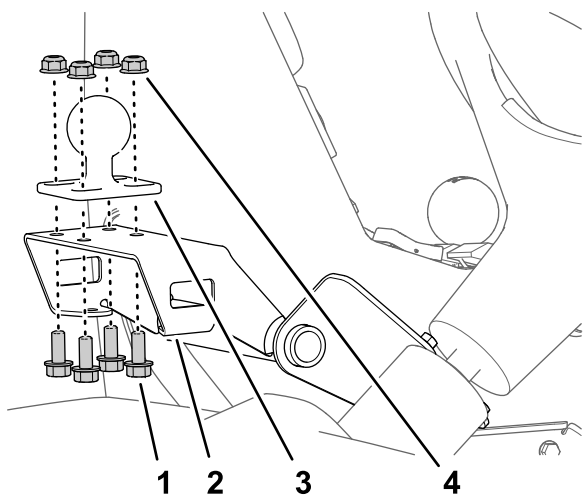

Рисунок 166
1. Установите шаровую опору на кронштейн крепления монитора (Рисунок 166) с помощью четырех болтов с фланцевыми головками (5/16 x 3/4 дюйма) и четырех фланцевых контргаек (5/16 дюйма).